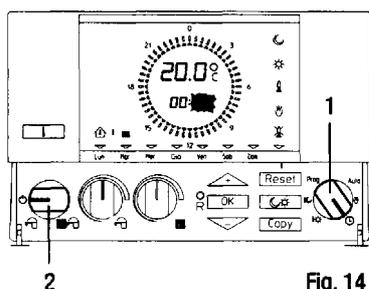

Fig. 14
Программирование и регулирование температуры в помещении можно осуществлять также с помощью ручки (рис. 14 поз. 2) установки режима работы: ☀ 🌙
- Установить ручку (рис. 14 поз. 1) на «⊕». Цифры, показывающие минуты, начнут мигать.